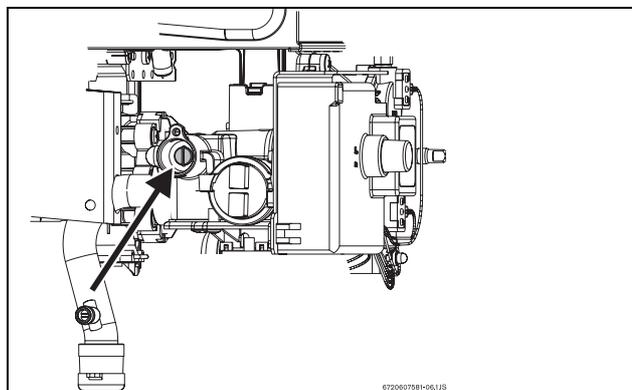

Fig. 13 Vite per regolazione della pressione massima
- Togliere il sigillo della vite (Fig. 13).
- Regolare la pressione mediante la vite (Fig. 13) attenendosi ai dati di pressione esposti nella tab. 5.